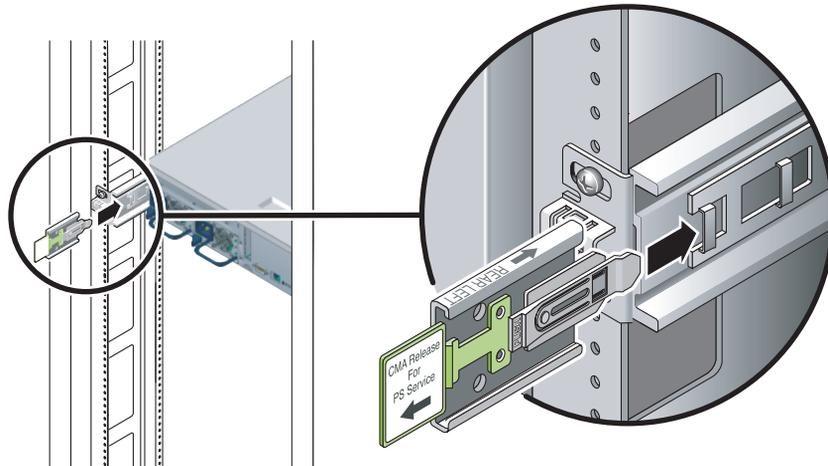

ABBILDUNG 3-30 Einfügen der Schienenverlängerung der Kabelführung in das hintere Ende der linken Schiene
1. Führen Sie auf der Rack-Rückseite die Schienenverlängerung der Kabelführung in das Ende der linken Schienenbaugruppe ein (ABBILDUNG 3-30).